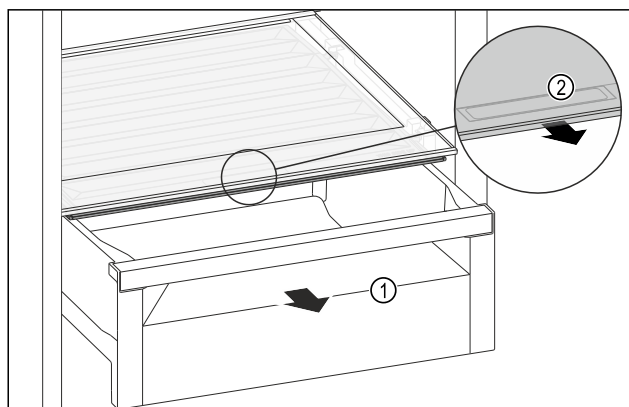

Fig. 123
- Retirer le tiroir Fig. 123 (1).
- Saisir la poignée encastree Fig. 123 (2) du couvercle du compartiment et tirer le couvercle du compartiment par l'avant.